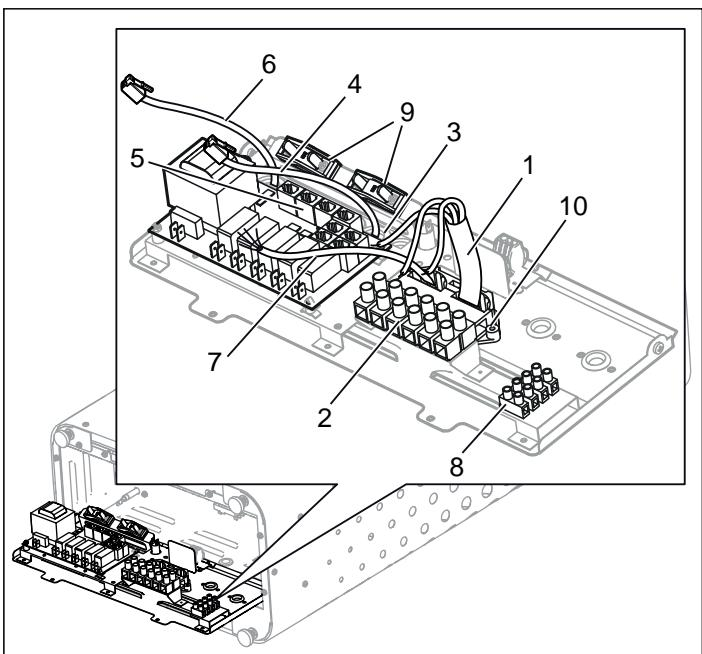
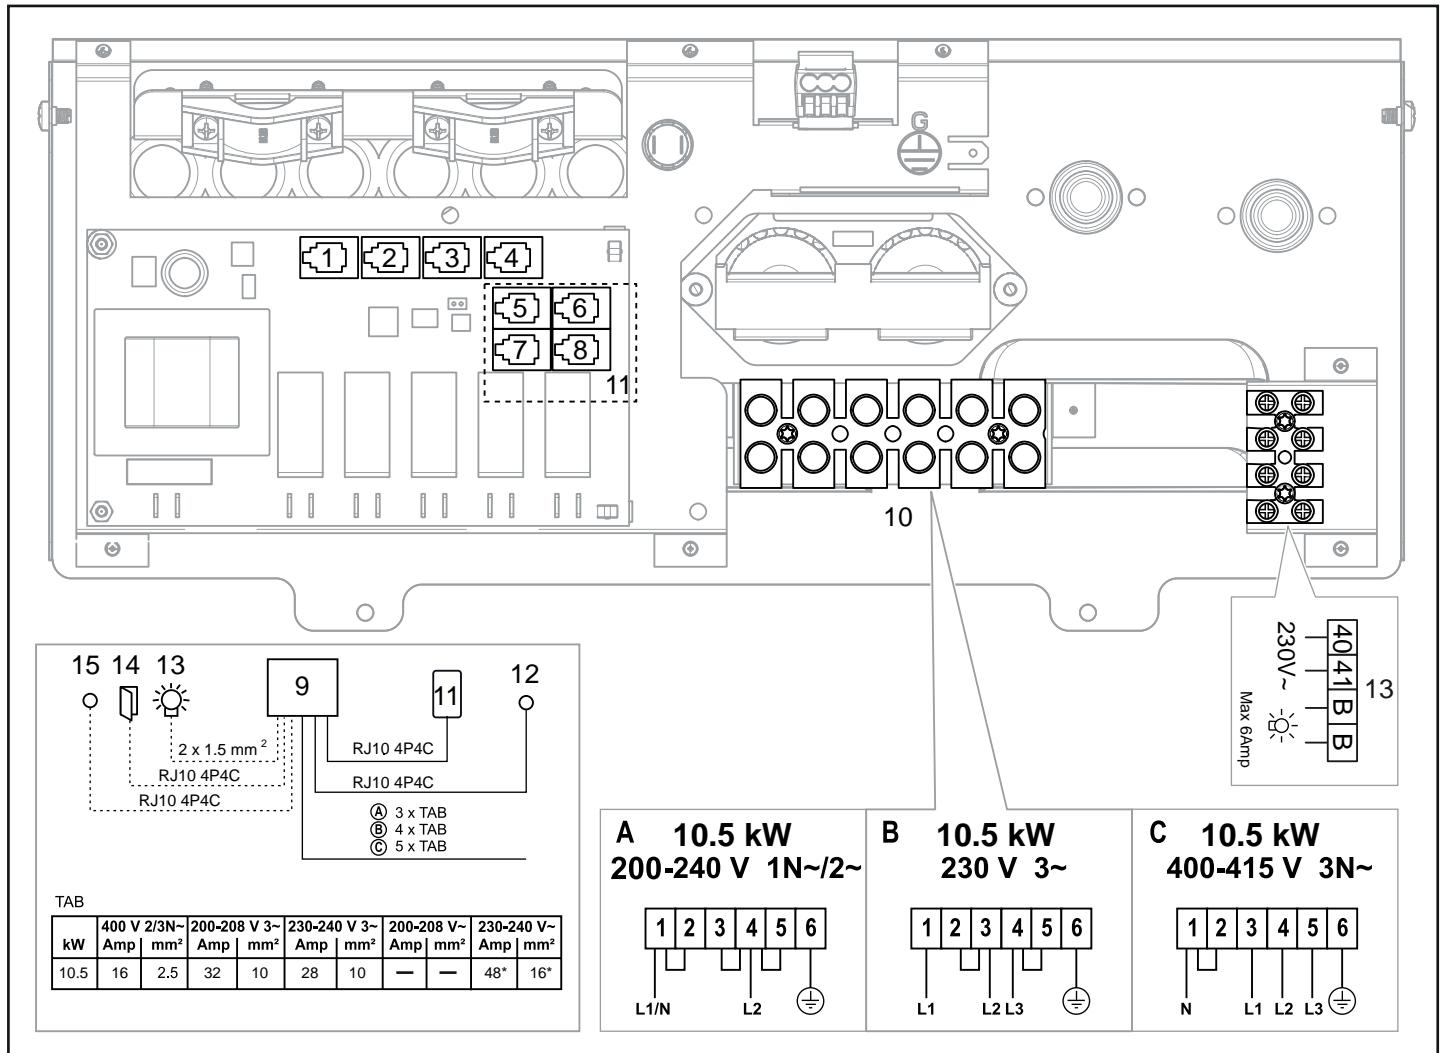

Figure 8 : Circuit imprimé
Figure 11 : Schéma de câblage
3. Raccordez le câble électrique (1) au bornier (2) (voir figure 8) conformément au schéma de connexion (voir la section Schéma de câblage et de connexion, page 23).
4. Faites passer les câbles pour le tableau de commande et le capteur thermique par les presse-étoupes (3). Raccordez le câble du tableau de commande (4) à l'un des quatre contacts RS485 (positions 5-8) (voir figure 8) conformément au schéma de connexion (voir la section Schéma de câblage et de connexion).
5. Raccordez le câble du capteur (6) au contact NTC sur le circuit imprimé (position 1) (5) conformément au schéma de connexion (voir la section Schéma de câblage et de connexion, page 23).
6. Le cas échéant, raccordez le câble d'éclairage (7 ; figure 8, page 21) au bornier (8) conformément au schéma de connexion (figure 11, page 23).
Veuillez contacter le service clientèle de Tylö avant d'effectuer un quelconque raccordement vers des tensions ou des nombres de phases qui ne sont pas répertoriés dans le schéma de câblage de la figure 11, page 23.